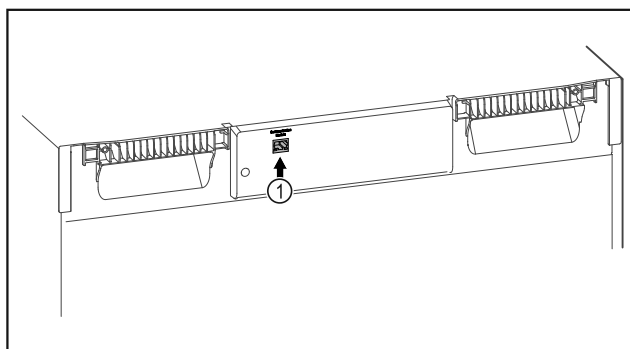

Fig. 141
- SmartModule Fig. 141 (1) è inserito.